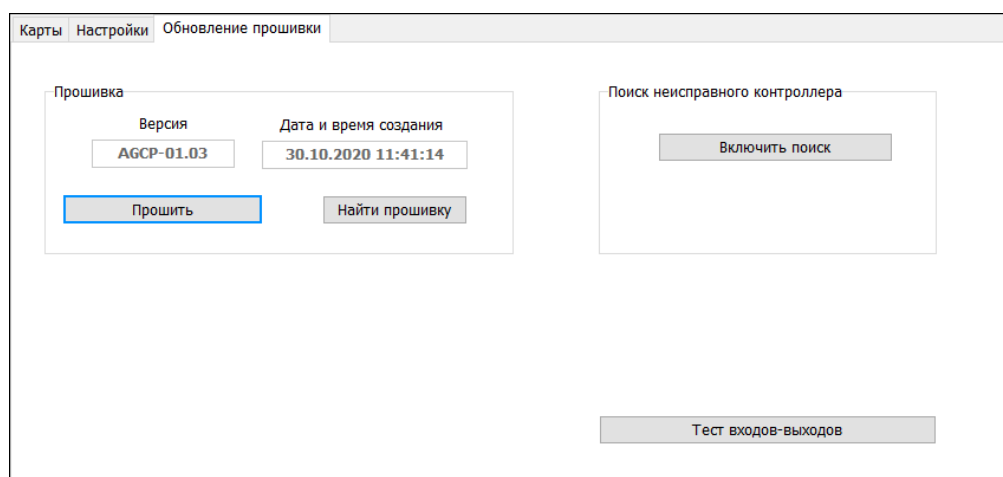

Рис.22. Обновление прошивки неисправного считывателя
4. Подключите считыватель с поврежденной прошивкой к программатору TKLS-Prog-RS485, соединенному с ПК. Конфигуратор обнаружит неисправный считыватель и предложит выбрать файл прошивки для загрузки в этот считыватель — в окне состояния появится сообщение «Выберите прошивку», а на вкладке станет доступной кнопка «Найти прошивку» (**Рис.22**).